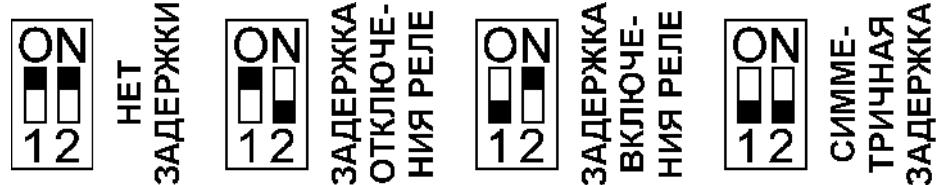

Рис. 4. Внутренние переключатели датчика РДД-02.
Приёмо-передающий модуль I содержит генератор и приёмник радиосигнала с отдельными антennами и смесителем, на выход которого выдается сигнал на разностной частоте. Формирователь импульсов III запускает генератор, который излучает в направлении объекта радиосигнал. Отражённый от объекта радиосигнал возвращается обратно. Если объект неподвижен, то частоты излученного и принятого сигналов совпадают и напряжение на выходе модуля I отсутствует. При движении объекта за счет эффекта Допплера на выходе модуля I появляется напряжение, поступающее на фильтр II, который восстанавливает огибающую допплеровского сигнала. После усилителя V сигнал подается на компаратор VI, где он сравнивается с пороговым напряжением, значение которого задается регуляторами «Чувствительность грубо» и «Чувствительность точно». Если амплитуда допплеровского сигнала превышает установленный порог, то на выходе компаратора появляются импульсы, которые преобразуются в постоянное напряжение выпрямителем VII. Свечение светодиода «Порог» свидетельствует о том, что в зоне чувствительности датчика имеется движение объекта. Далее сигнал подаётся на схему задержки по времени VIII, которая содержит два переключателя и регулятор «Время». Когда оба переключателя разомкнуты, задержка между моментом начала движения объекта и моментом включения реле равна задержке между моментом окончания движения и моментом отключения реле. Длительность задержки определяется положением движка регулятора «Время». Если необходима только задержка включения или задержка выключения, то размыкается один из переключателей, при необходимости симметричной задержки – оба (рис. 4).
7. Установить переключатели времени задержки в соответствии с рис. 4.